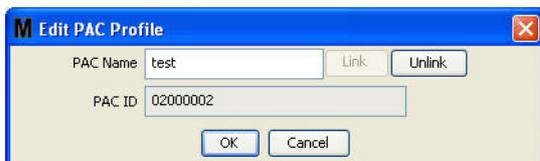

ABB. 117
- Das in ABB. 117 gezeigte Fenster „Pumpenluftsteuerung-Profil bearbeiten“ erscheint. Um den Namen der Pumpenluftsteuerung zu ändern, geben Sie im Fenster „Pumpenluftsteuerung-Name“ einen neuen Namen ein und klicken Sie auf „OK“, um das Fenster zu schließen und die Änderungen zu speichern.